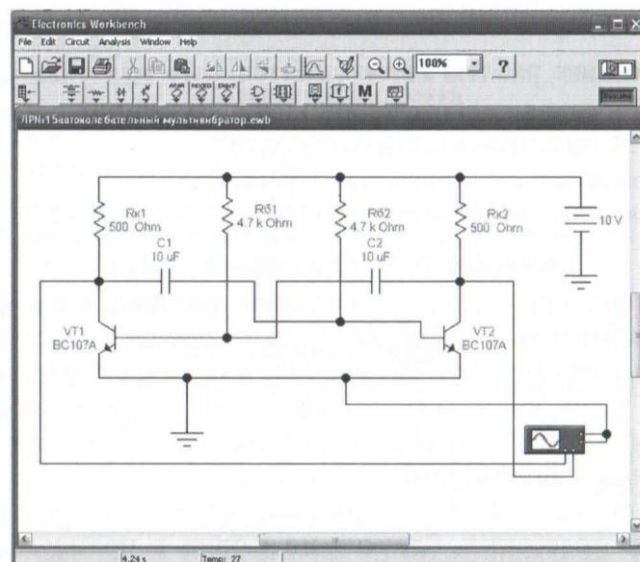

Рисунок 1 - Схема для исследования автоколебательного мультивибратора
1. Соберите схему для исследования автоколебательного мультивибратора (рис.1).